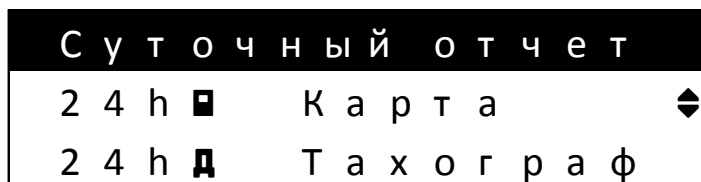

Рисунок 7.1.1 - Окно выбора отчета о ежедневной деятельности водителя, сохраненной на карте
7.1.6 Окно выбора отчета о ежедневной деятельности водителя, сохраненной на карте водителя (рисунок 7.1.1).